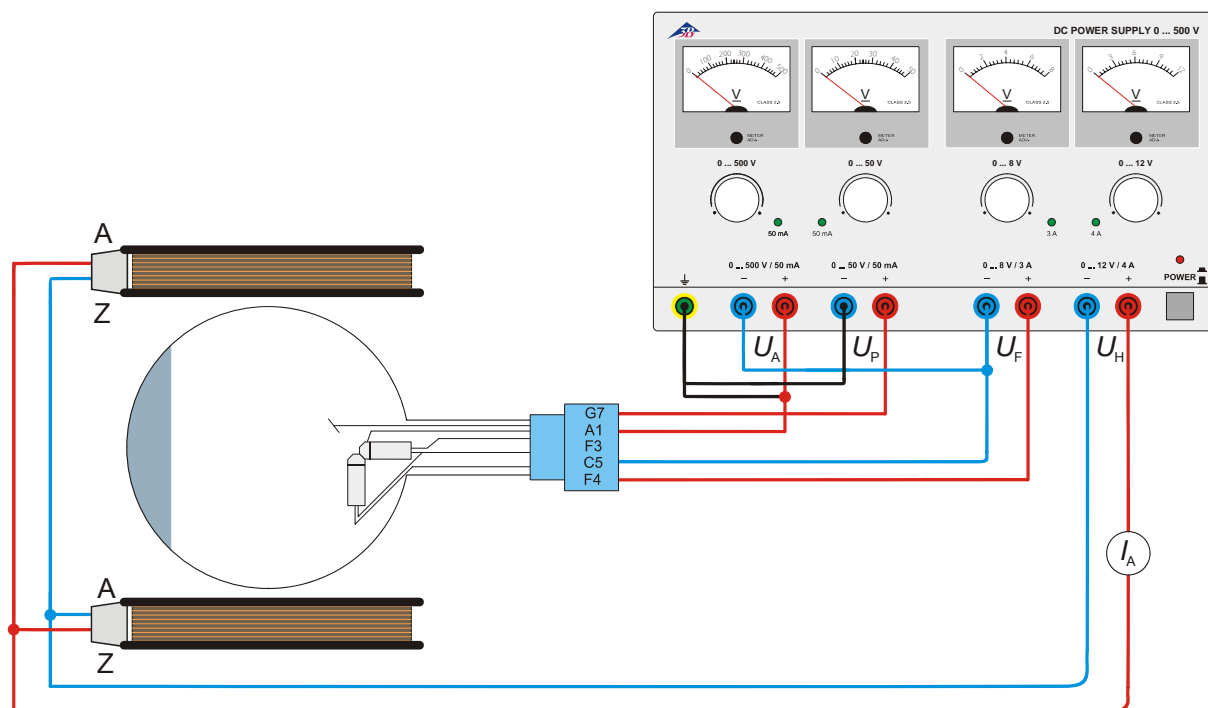

Fig. 5 Determinación de  $e/m$  por medio del cañon de electrones transversal
- Realice el cableado del tubo de acuerdo con la Fig. 5.